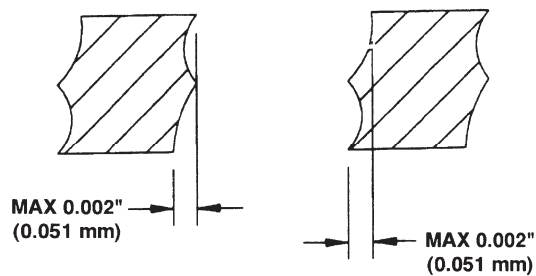

図4
3.1.8 横方向エッチングやアンダーカット (lateral etch or undercut) — リードフレームエッチャントが金属を水平および垂直方向に作用したことによって生じる許容傾斜エッチ (図4参照)。